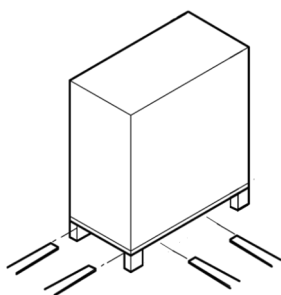

Fig. 1: Transporte con la carretilla elevadora
- Imagen 1:** Corte las cintas de plástico ① y retírelas.
- Levante la tapa de madera ② del embalaje.